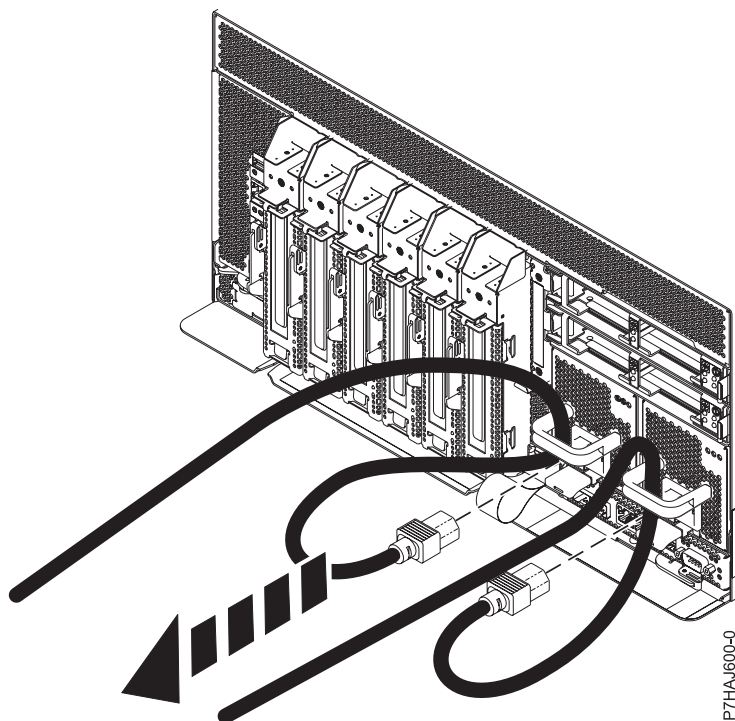

Figura 33. Extracció dels cables d'alimentació
3. Desconnecteu els cables d'alimentació de la unitat del sistema, tal com s'indica a Figura 33 a la pàgina 53.